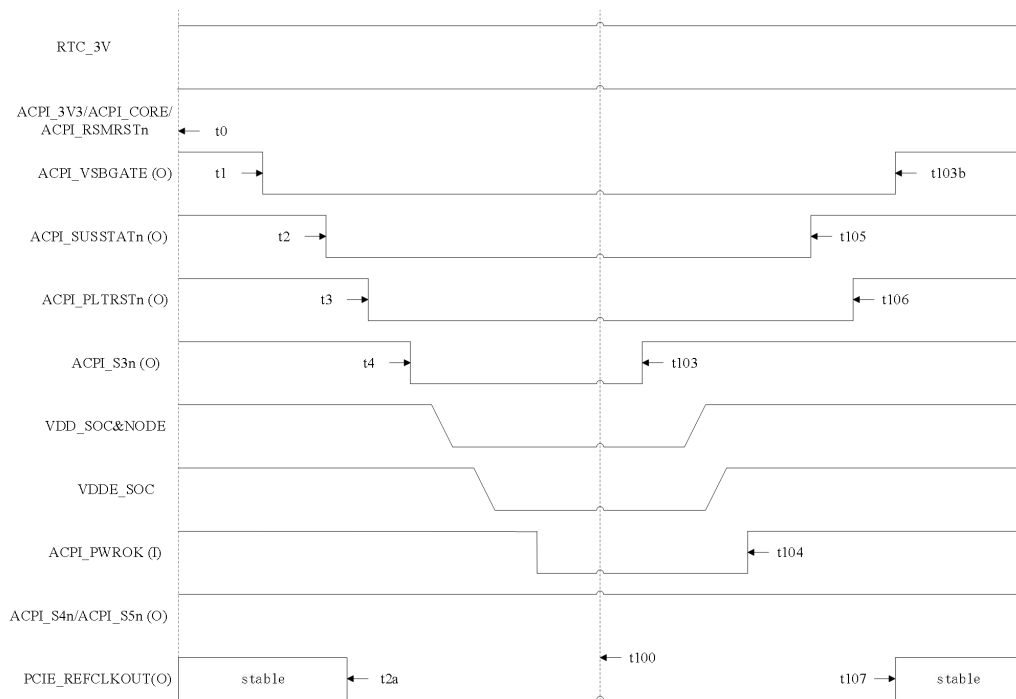
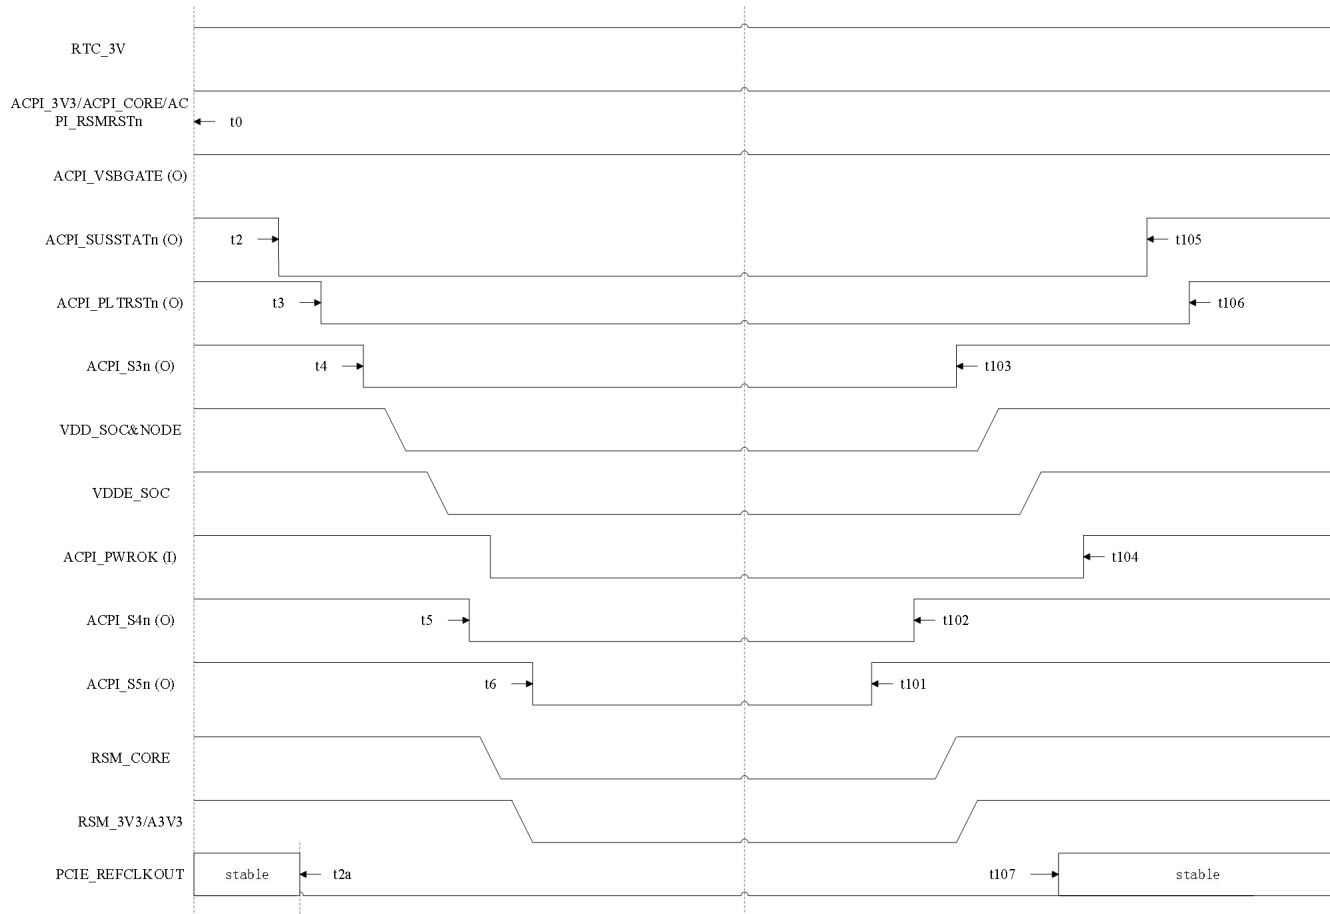

图 6-3 S0 到 S3 及 S3 到 S0 时序图
图 6-4 S0 到 S4/S5 及 S4/S5 到 S0 状态时序图
8. 表6-7对时序的描述对应图6-3及图6-4，与上述注解不一致的描述以上述注解为准。